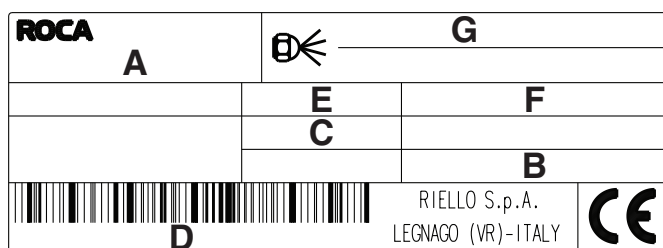

Fig. 5
- el modelo (véase **A** en la Fig. 5) y el tipo de quemador (**B**);